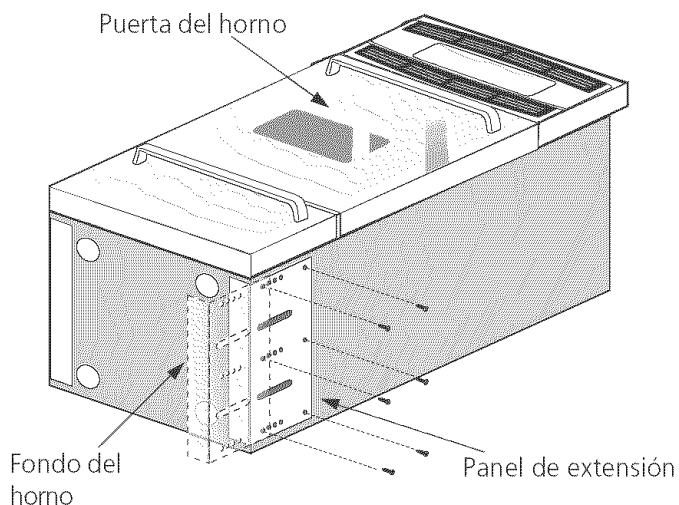

Figura 4
1. Coloque el horno sobre su parte posterior (ver figura 4).